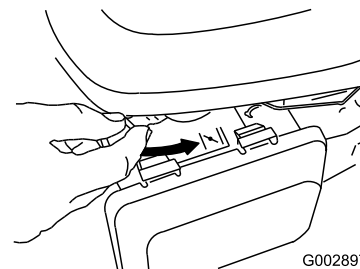

Figure 21
3. Levez la manette de starter en position activée (Figure 21).